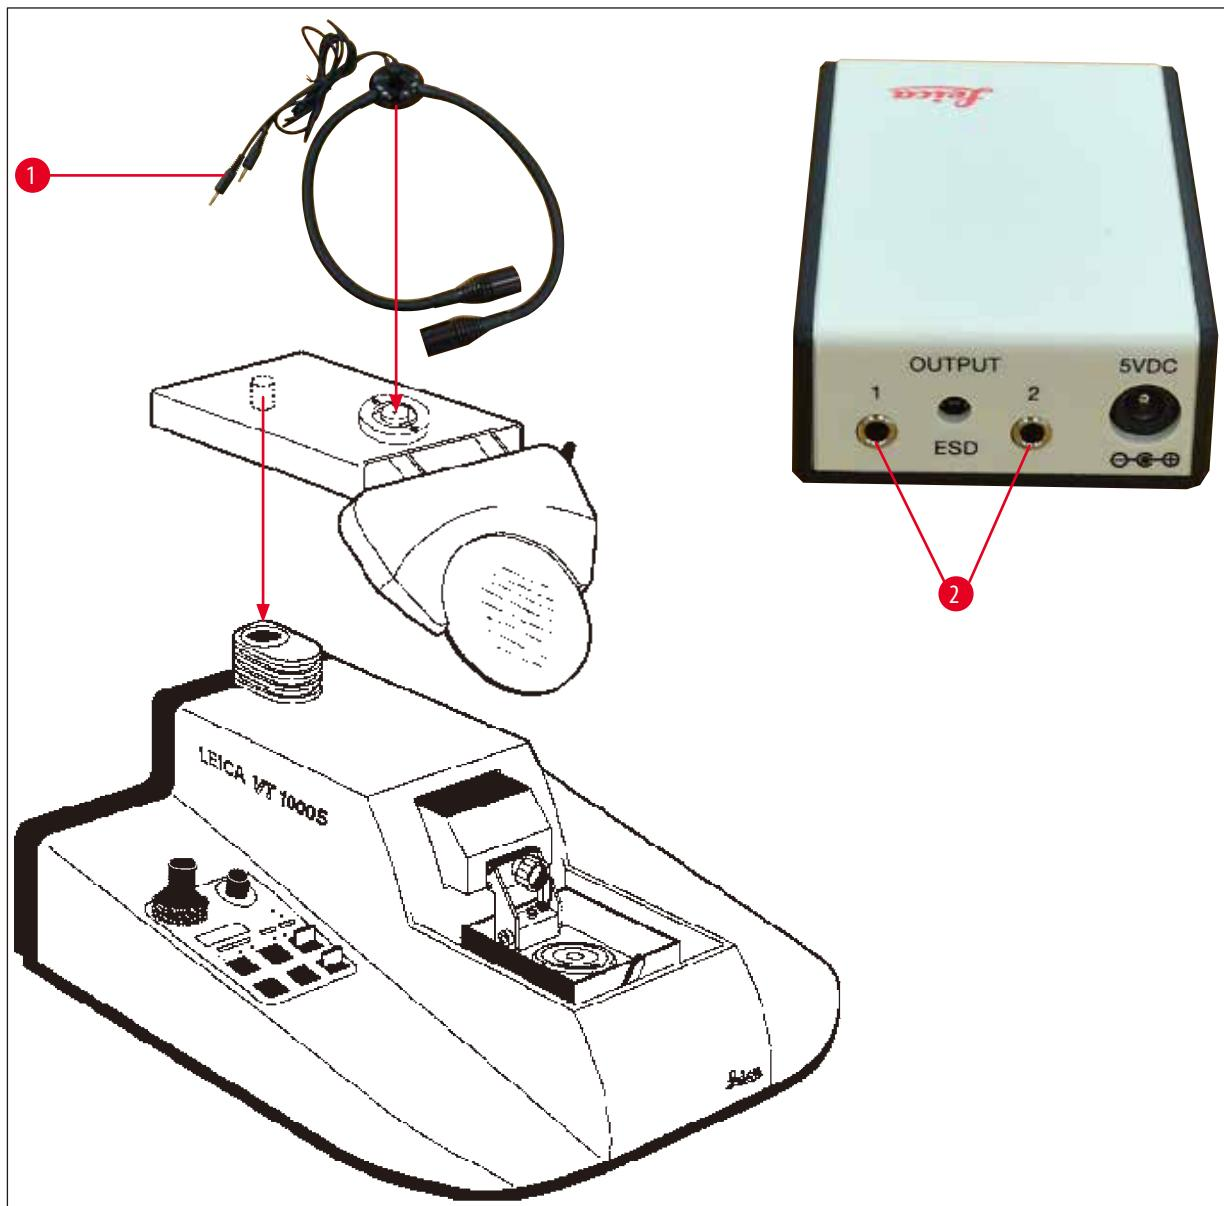

Fig. 9
7. Conectați suportul lupei cu Modulul zone LED cu putere ridicată, 2 brațe, așa cum se arată în (→ Fig. 9). Introduceți fișa (→ Fig. 9-1) de la Modulul zone LED cu putere ridicată, 2 brațe, în fișă (→ Fig. 9-2) de la Modulul zonă cu putere ridicată, LED 1000.